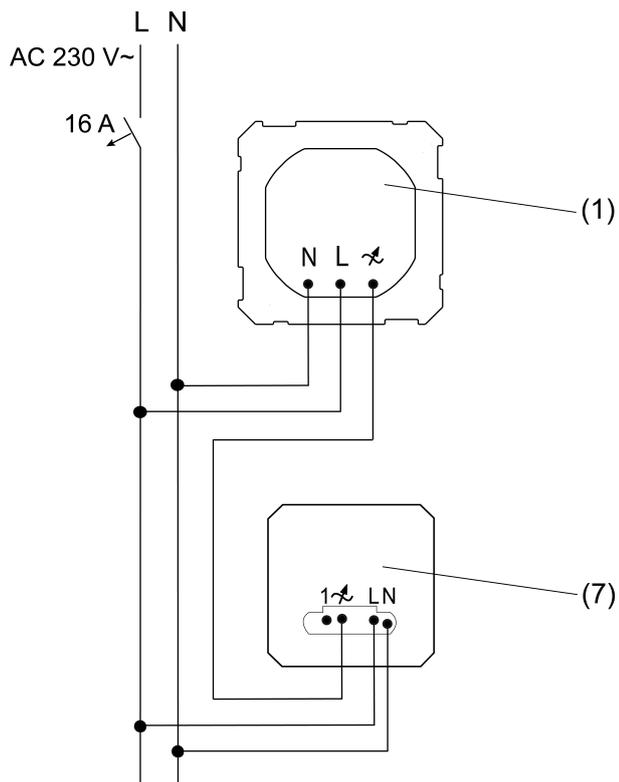
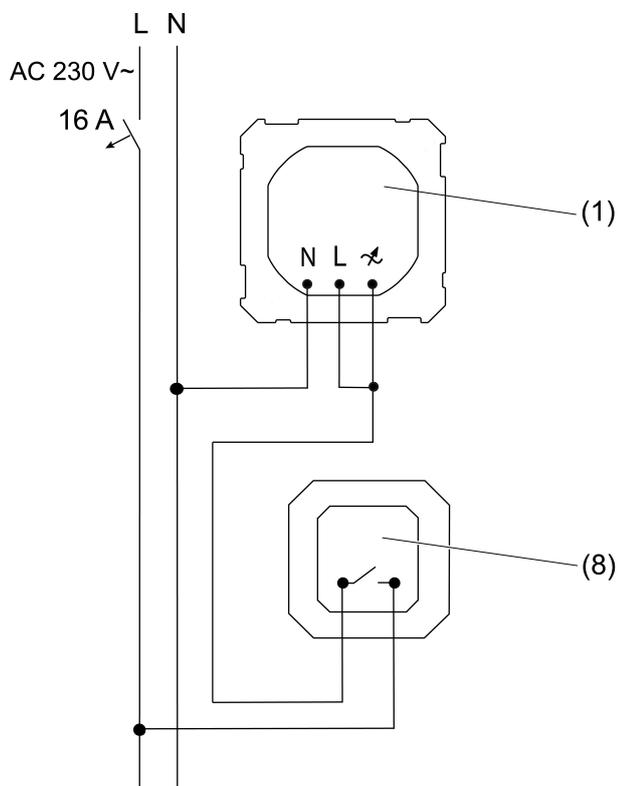

Imagen 3: Para módulos de luz atenuables: esquema de conexiones para regulador de intensidad de luz LED 3 hilos (7)
Imagen 4: Para módulos de luz no atenuables: esquema de conexiones para conmutador integrado (8)
- Regulador de intensidad de luz LED con conexión de 3 hilos (7) (Imagen 3)
- Conectar la unidad empotrable Plug & Light (1) para módulos de luz no atenuables según el siguiente esquema de conexión:
- Conmutador integrado (8) (Imagen 4)